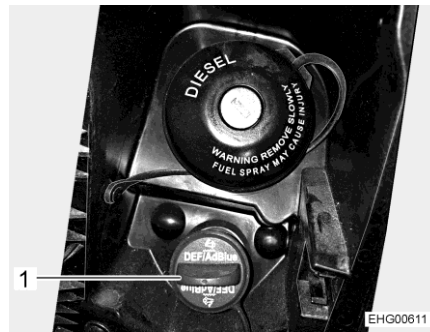

Fig. 8 Tubo de llenado para AdBlue®
- Girar la tapa azul (Fig. 8,1) en sentido contrario a las agujas del reloj y quitarla.